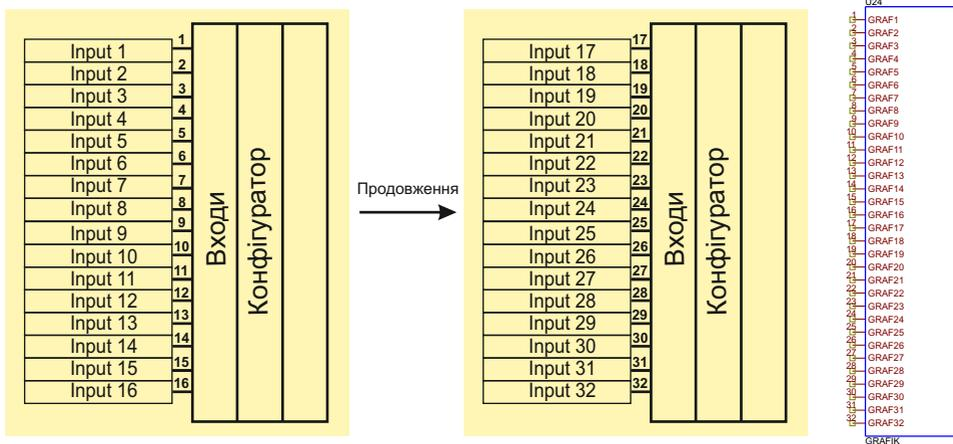

Рис. 96 Структура функціонального блока "Графік"
6.3 Функціональний блок **Графік** містить 32 входи, до яких можна підключити виходи інших блоків з будь-яким типом сигналів, що дає можливість виводити їх на графіки, реєструвати та архівувати. Схематичне зображення архітектури блока дивіться на Рис. 96.